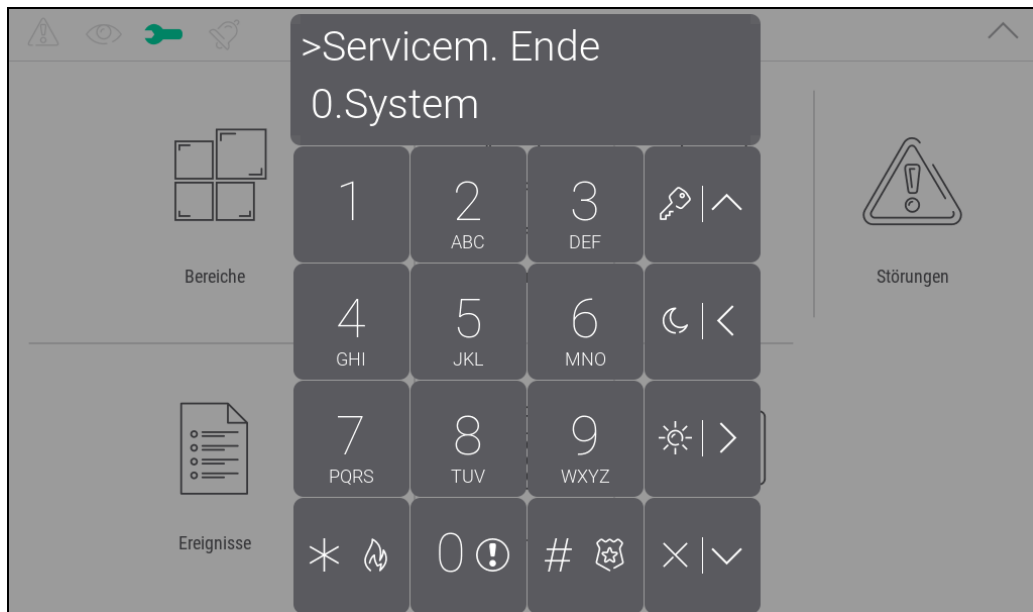

Abb. 17. Tastaturfeld mit angezeigtem Servicemenü.
7. Tippen Sie auf . Es wird das Servicemenü angezeigt (Abb. 17).